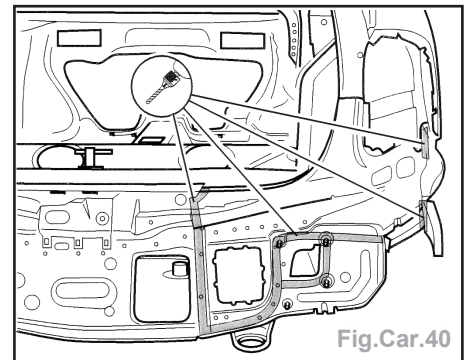

Fig.Car.40
- Dégraffer le soudage d'origine entre la tôle de fermeture côté D et la pièce latérale, la gouttière, le plancher du coffre et le longeron (Fig.Car.40).